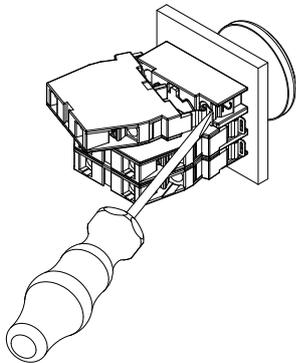
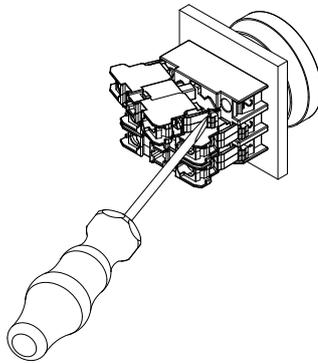

Abb. 8
Abb. 9
1. Demontage der EF-Kontaktelemente erfolgt mit Hilfe eines Schlitzschraubendrehers der Größe 2 (siehe Abb. 8). Demontage der RF-Kontaktelemente erfolgt mit Hilfe eines Schlitzschraubendrehers mit der empfohlenen Breite von 5,5 mm (Siehe Abb. 9).